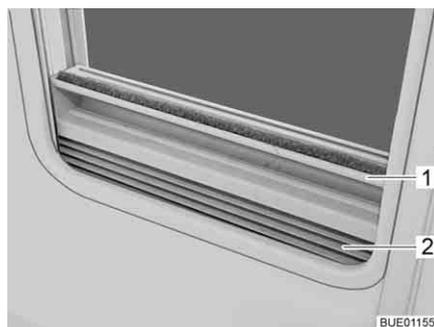

Fig. 35 Tendina oscurante pieghevole
**Chiusura:** ■ Afferrare la tendina oscurante pieghevole (Fig. 35,2) per la parte centrale della barra di presa (Fig. 35,1), tirarla dal basso verso all'alto e rilasciarla nella posizione desiderata. La tendina oscurante pieghevole rimane in questa posizione.